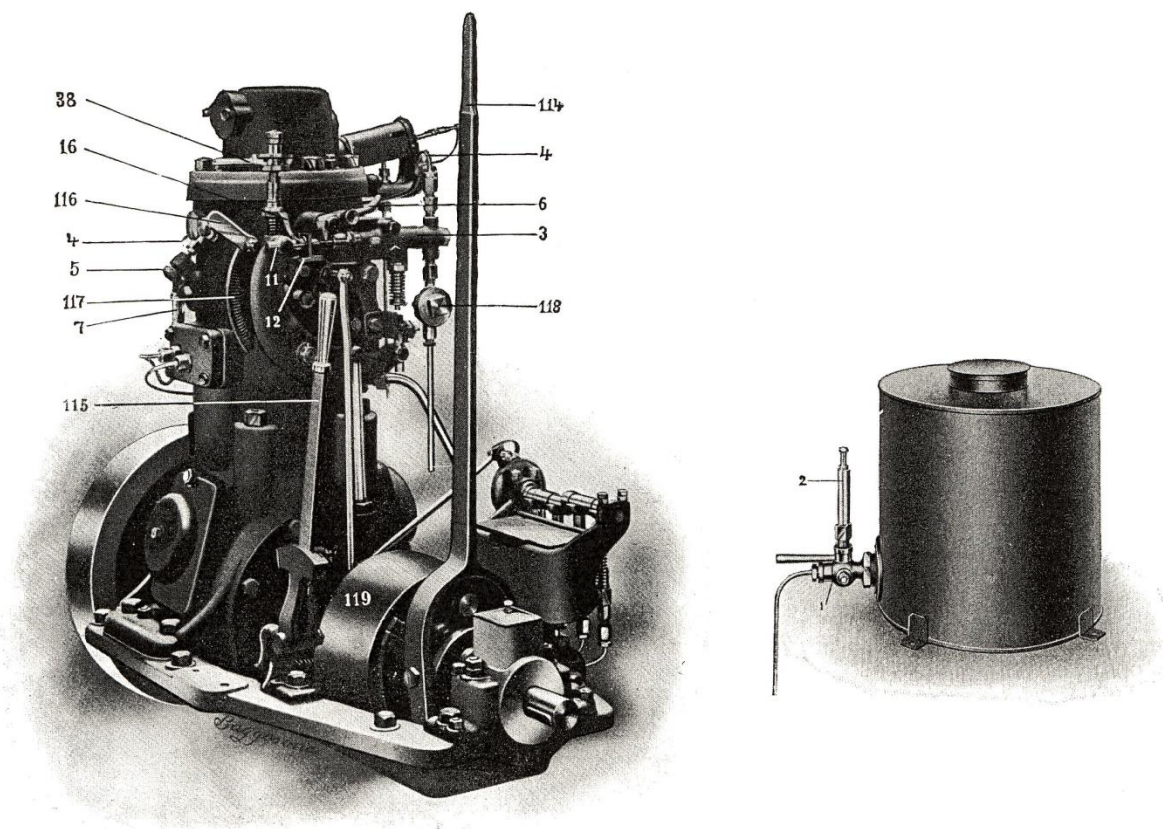

Fig. 6.
FÖRBEREDELSE TILL IGÅNGSÄTTNINGEN (se fig. 6). Då motorn skall sättas i gång för första gången och oljerören således äro tomma, fyllas dessa med tillhjälp af det på oljekranen (1) fastskrufvade med plunge försedda röret (2) på följande sätt:
IGÅNGSÄTTNINGEN (se fig. 6). Sedan den för uppvärmning af tändkulan afsedda lampan med en stark låga brunnit 7—15 min., beroende på motorns storlek, är motorn klar för igångsättning. Medelst ett par kraftiga pumps slag med pumphandtaget (6) inpumpas bränsle i motorn, svänghjulet kringvrides kraftigt ett halft hvarf i motsatt riktning mot hvad det skall gå, då motorn får en explosion, som sätter densamma igång åt rätta hållet, d. v. s. som pilen på svänghjulet visar. Det torde observeras att lampan vid uppvärmning af tändkulan bör brinna med en mycket stark låga och att lampan skötes väl efter medföljande beskrifning.